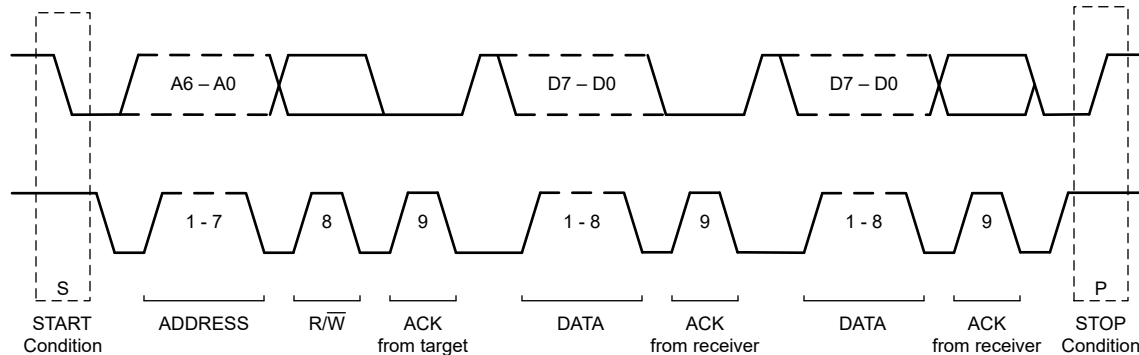

图 8-8. I²C 数据传输格式
图 8-8 展示了数据传输的格式。控制器通过生成启动 (S) 条件来启动与 ADS111xL 相关的所有事务。当 SCL 为高电平时，SDA 线上从高电平到低电平的转换定义了启动条件。在产生启动条件之后，总线被视为处于忙状态。